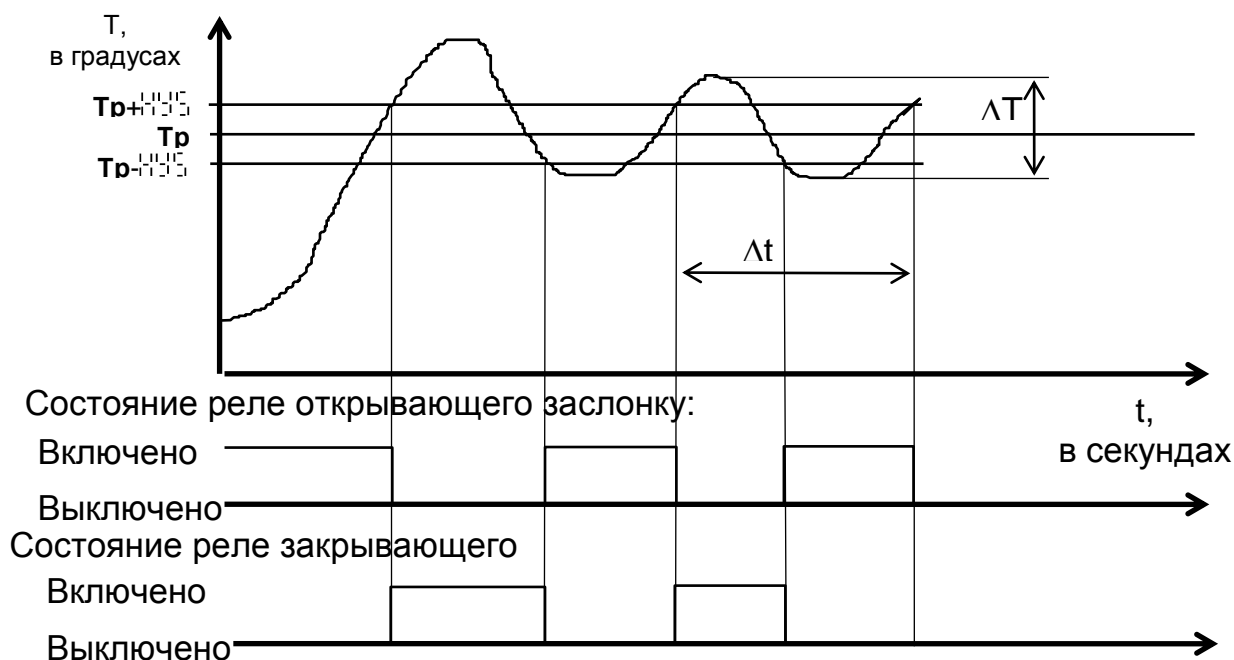

Рис. 4
4.6 Автоматическая настройка параметров T^1 , t^1 , ΔT^1 и T^2 запускается при нажатии и удержании в течение двух секунд кнопки \square при индикации параметра T^1 в меню параметров T^1 (см. Рис. 2). Через две секунды после нажатия кнопки \square прибор выходит из меню и переходит в режим автоматической настройки параметров T^1 , t^1 , ΔT^1 и T^2 , о чем свидетельствует мигание светодиода 'АТ'. По окончании настройки параметров прибор переходит в режим поддержания заданной температуры T_p или к выполнению шагов программы (если параметр T^1 не равен нулю). Автоматическая настройка параметров осуществляется всегда для основного заданного значения T_p независимо от того, задана или нет программа регулирования по шагам. Настройка параметров T^1 , t^1 , ΔT^1 и T^2 производится по методу предельных колебаний. Во время автоматической настройки параметров прибор полностью закрывает заслонку если $T_{тек} > T_p + \Delta T^1$, и полностью открывает если $T_{тек} < T_p - \Delta T^1$. При этом происходит колебательный процесс по температуре как показано на Рис.4.